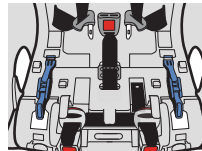

Figure 22b
**Orientation vers l'avant** : Ajustez la sangle d'entrejambe à sa fente externe et à sa longueur plus longue, comme sur la **Figure 22b**.